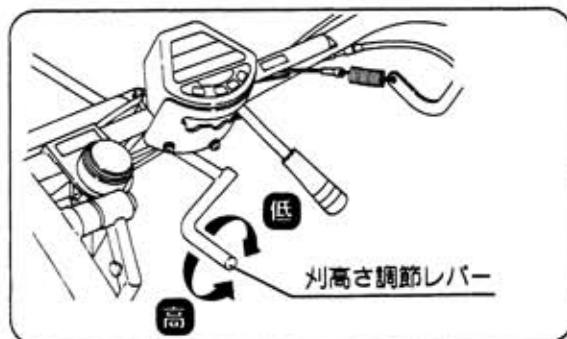

図31
- ②刈高さ調節レバーを調節して、草刈つる刈高さを決めます。(図31)